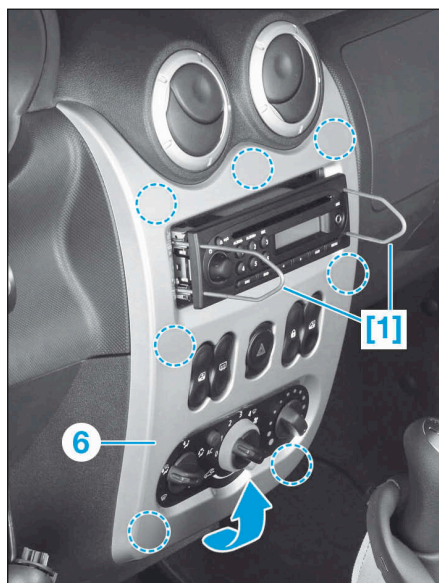

FIG.6
[1]. Outil de dépose de l'autoradio (référence : Ms. 1821) (Fig.6).
- Déposer l'autoradio à l'aide des outils [1] puis débrancher les connecteurs (Fig.6).
- Dégrafer la garniture de façade centrale (6), en commençant par le bas puis débrancher ses connecteurs.